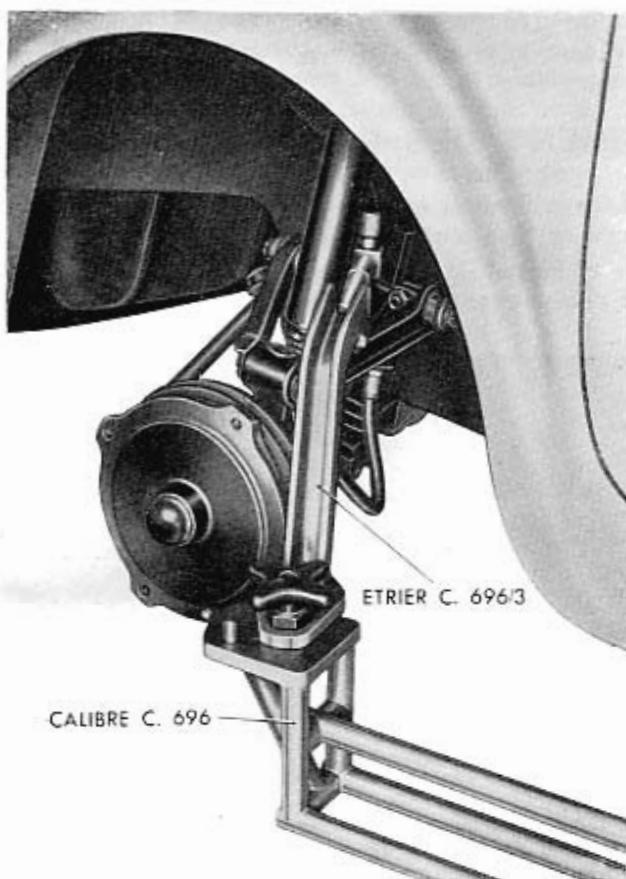

Fig. 260 - Vérification de l'orientation de la roue arrière gauche.
e) Appliquer l'étrier C. 696/3 (fig. 260) à la partie avant du calibre C. 696.
f) S'assurer que l'axe prévu à l'avant de l'étrier C. 696/3 est en contact avec l'axe du bras oscillant de la suspension avant (fig. 260). Si cela ne se vérifie pas, procéder comme indiqué au point suivant g).